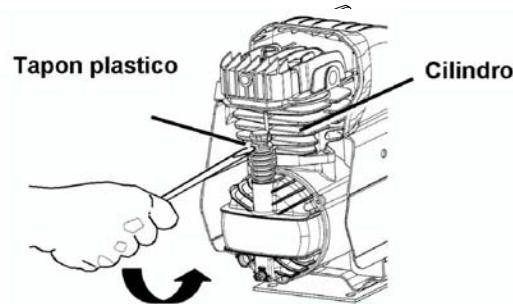

Fig.3
5. Inserción del indicador y comprobación de nivel de aceite Utilice un destornillador u otra herramienta similar para quitar el tapón de plástico de la parte inferior del cilindro (Fig. 3).